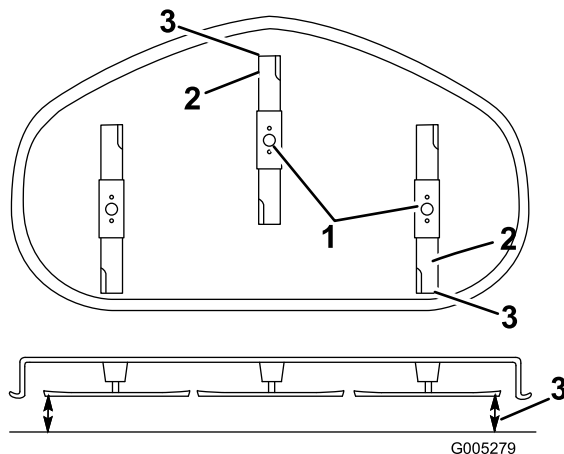

Figura 45
5. Ponga la altura de corte en **D** (76 mm) y gire con cuidado las cuchillas hasta que estén alineadas hacia adelante y hacia atrás (Figura 45).
6. Mida entre la punta de la cuchilla delantera y la superficie plana y entre la punta de la cuchilla trasera y la superficie plana (Figura 45). Si la punta de la cuchilla delantera no está entre 1,6 y 7,9 mm más baja que la punta de la cuchilla trasera, ajuste la contratuercas delantera.
9. Compruebe la inclinación longitudinal de nuevo después del ajuste. Siga ajustando la tuerca hasta que la punta de la cuchilla más avanzada esté entre 1,6–7,9 mm más baja que la punta de la cuchilla más atrasada (Figura 45).